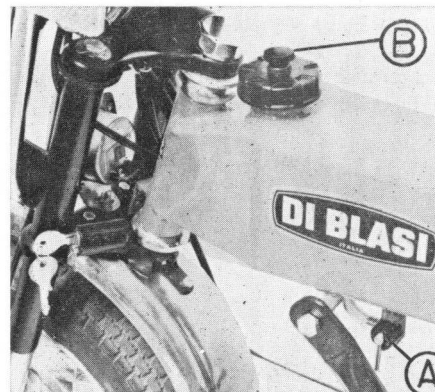

fig. 9
Aprire il rubinetto del carburante, posto sul lato inferiore del serbatoio, girando la leva verso il basso (fig. 9-A).
Aprire il foro di sfiato del serbatoio svitando l'apposito pomello (fig. 9-B).
Chiudere il foro di sfiato del serbatoio avvitando l'apposito pomello posto sul tappo (fig. 9-B).
- Aprire il rubinetto del carburante, posto sul lato inferiore del serbatoio, girando la leva verso il basso (fig. 9-A).
- Aprire il foro di sfiato del serbatoio svitando l'apposito pomello sul tappo (fig. 9-B).